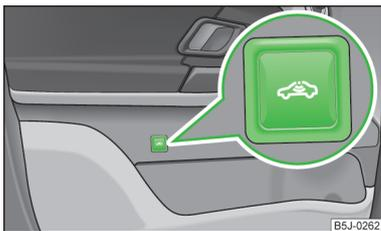

Abb. 34
- › Die Symboltaste  » Abb. 34 in der Fahrertür drücken.